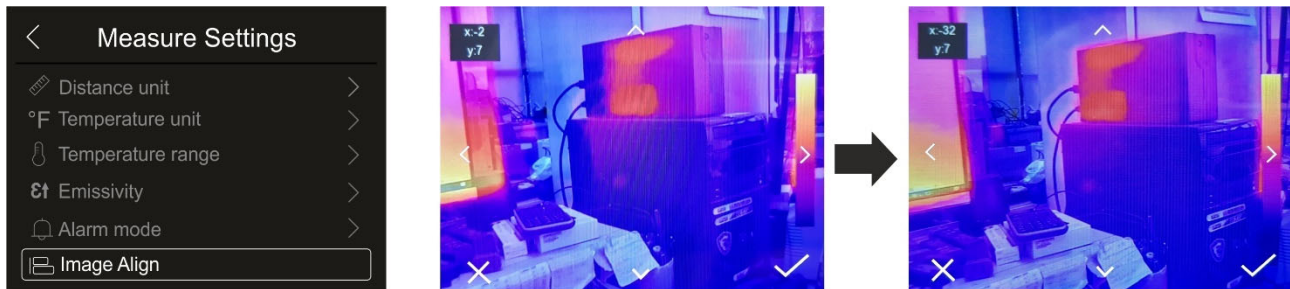

Abb. 30: Ausrichtung des Bildes im Display
1. Berühren Sie "Image Align". Die Abb. 30 – Mitte erscheint im Display, wo es eine Überlagerung der zwei Bilder mit einem niedrigen Infrarotniveau gibt.
2. Berühren Sie die 4 Pfeile auf dem Display, um das IR-Bild zu verschieben, damit es dem visuellen Bild überlagert (siehe Abb. 30 – rechte Seite).